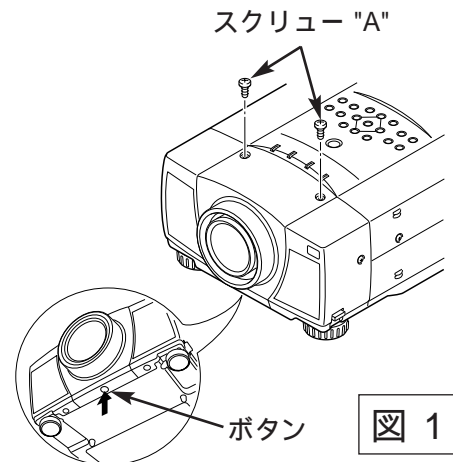

図 1
## ① レンズカバー及び遮光プレートを外す。 (図 1、2 参照)